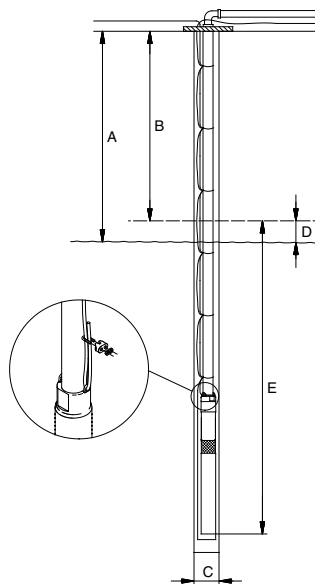

Fig. 9 Profondeur d'installation
- Lorsque la tuyauterie utilisée est en plastique, on recommande l'utilisation d'un fil de sécurité en acier inoxydable pour lever et baisser la pompe. Fixer le fil à l'œillet de la pompe, voir la figure 9.
Le niveau d'eau dynamique doit toujours se trouver au-dessus de la pompe, voir la figure 9.